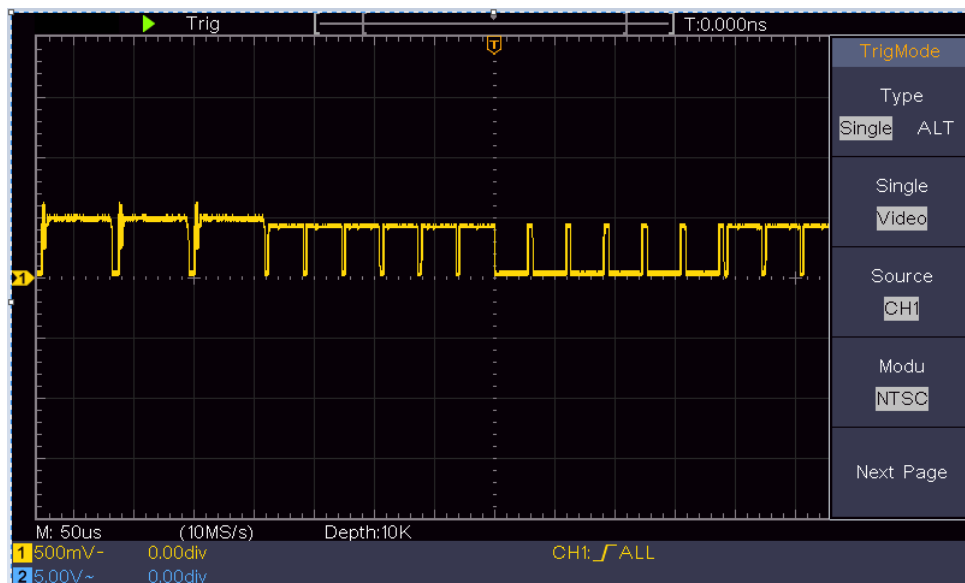

Figura 0-7 Forma de onda capturada desde el disparador de campo de vídeo
- (1) Pulse el botón de **menú de disparo** para mostrar el menú correcto.
- (2) En el menú de la derecha, seleccione **Tipo** como **único**.
- (3) En el menú de la derecha, seleccione **Individual** como **vídeo**.
- (4) En el menú de la derecha, seleccione **Fuente** como **CH1**.
- (5) En el menú de la derecha, seleccione **Modu** como **NTSC**.
- (6) En el menú de la derecha, pulse **Página siguiente**, seleccione **Sincronizar** como **campo**.
- (7) Gire los mandos de **Escala Vertical**, **Posición Vertical** y **Escala Horizontal** para obtener una visualización adecuada de la forma de onda (ver *Figura 0-7*).